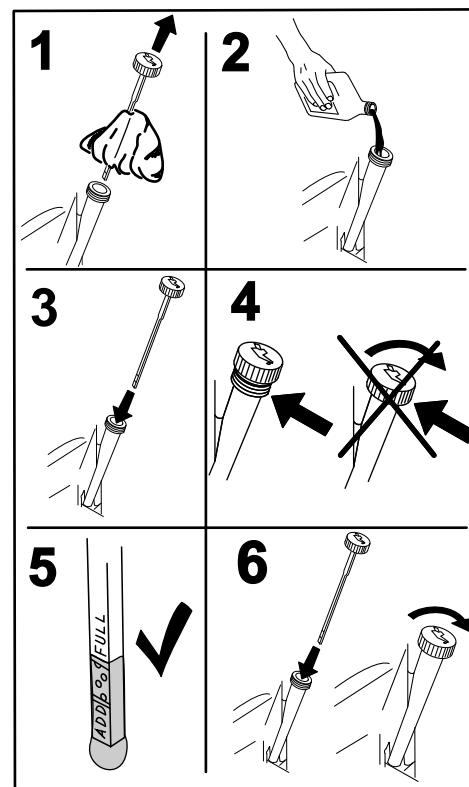

Figura 38
4. Retire la varilla y límpielo con un paño limpio (Figura 38).